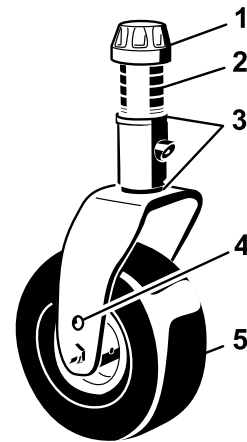

Bild 88
1. Entfernen Sie die Spannkappe von der Spindelwelle und ziehen die Spindel aus dem Laufradarm heraus (Bild 88).